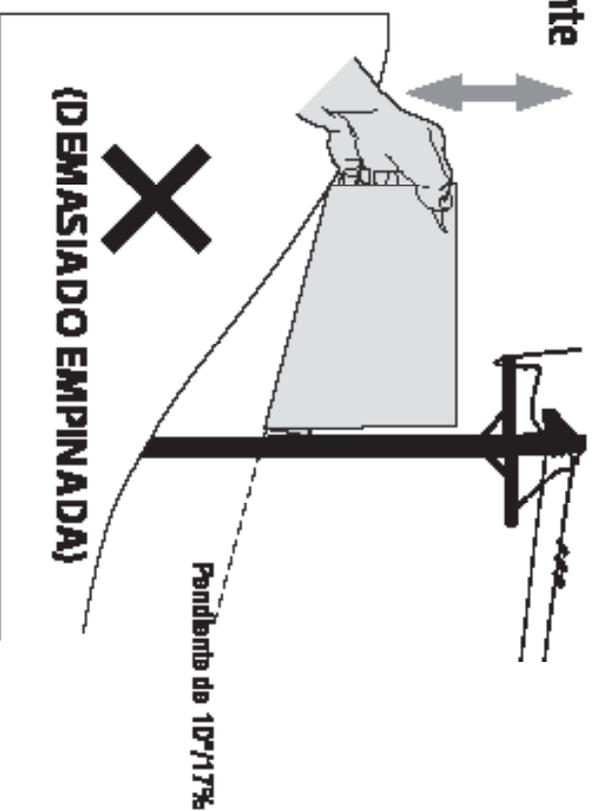

Figura 2
5. Si hay una anomalía de la línea de guiones, la línea de guiones debe ser corregida para operar con seguridad para la Figura 2 anterior.